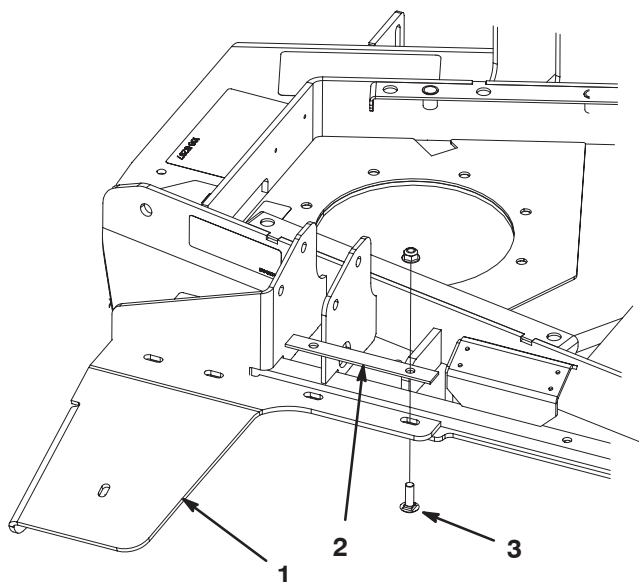

Figure 1
1. Montez le déflecteur en caoutchouc à l'angle arrière gauche du plateau de coupe au moyen d'une barrette de retenue, de (2) boulons de carrossier 5/16 x 1 pouce et d'écrous à embase. Positionnez le déflecteur comme illustré à la figure 1.